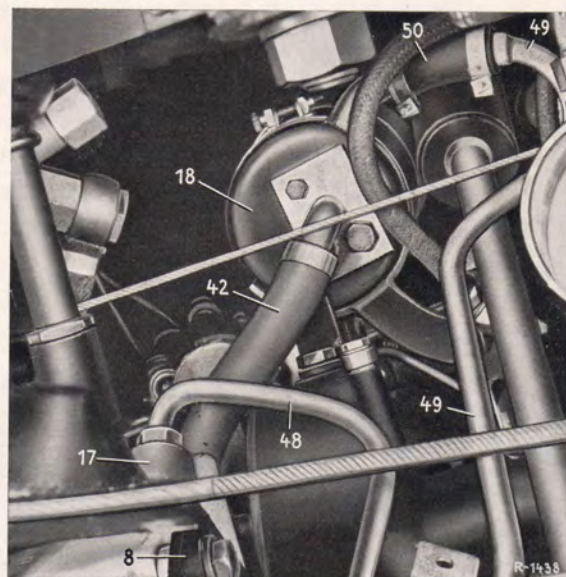

Bild 46-2/8
24. Beim Rechtslenker die beiden Innensechskantschrauben links und rechts neben der Riemenscheibe auf der Kurbelwelle zur Befestigung der Ölwanne am Zylinderkurbelgehäuse heraus-schrauben. Die Halter (53) und Befestigungsschellen (54) unter Verwendung der vorhandenen Innensechskantschrauben und der Federscheiben (52) an die Ölwanne anschrauben (Bild 46-2/11).
25. Hochdruck-Dehnschlauch (44) am Anschluß der Hochdruck-Ölpumpe – beim Rechtslenker an die Druckleitung (48) – und am Druckstutzen der Servolenkung anschließen (Bild 46-2/5, 6, 9, 10 und 11).